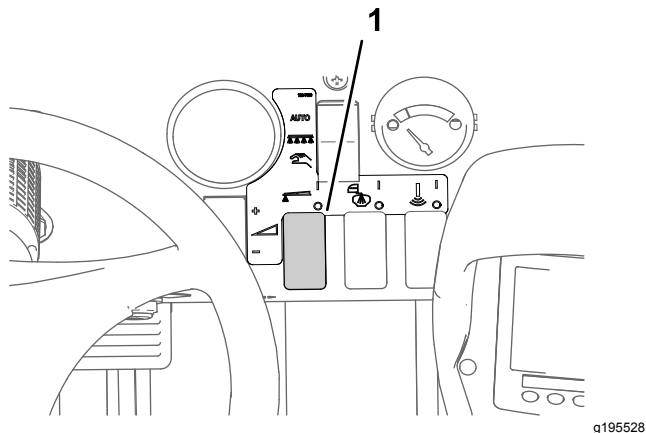

Figure 32
8. Utilisez la commande de débit de pulvérisation pour obtenir la pression de pulvérisation voulue comme indiqué dans le guide de sélection des buses fourni avec le pulvérisateur (Figure 32).